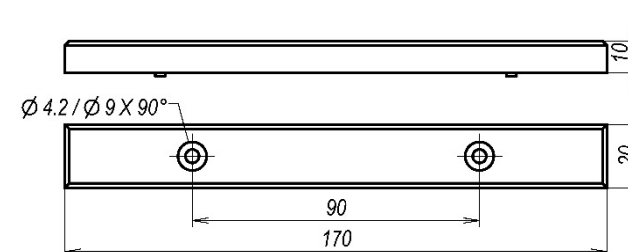
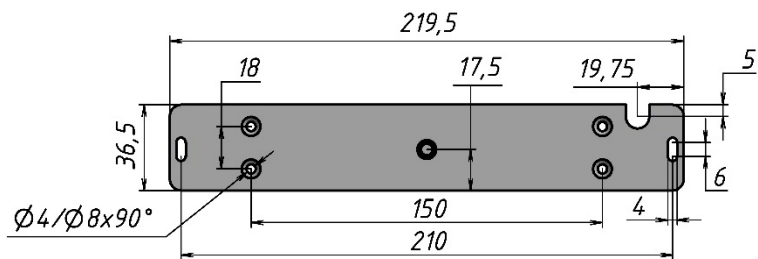

Рисунок 3 – Пластина якоря
Рисунок 4 – Основание корпусной части
5.3 Основание корпусной части крепится на дверной коробке через два овальных отверстия (рисунок 3) саморезами Ø3 мм с учетом габаритно- установочных размеров и расположения выводов управления (рисунок 4).